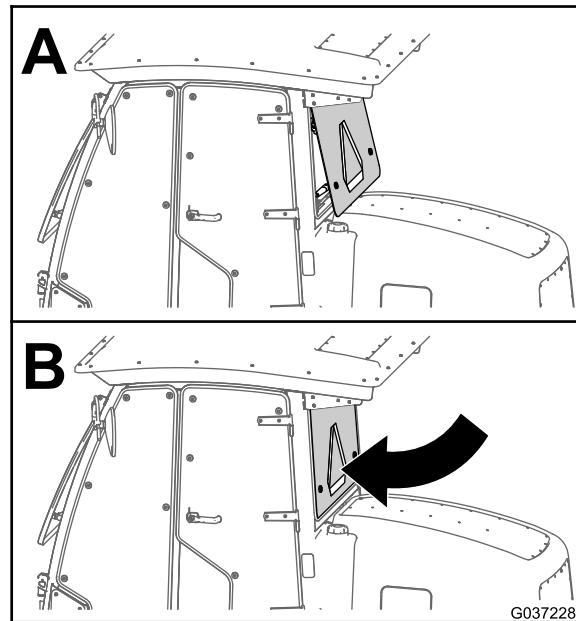

Figura 61
1. Chiudete il finestrino posteriore della cabina (Figura 61).